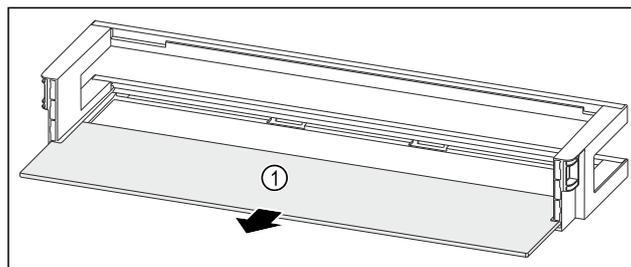

Fig. 50 Türabsteller mit Abstellfläche
- ▶ Abstellfläche Fig. 50 (1) entnehmen.